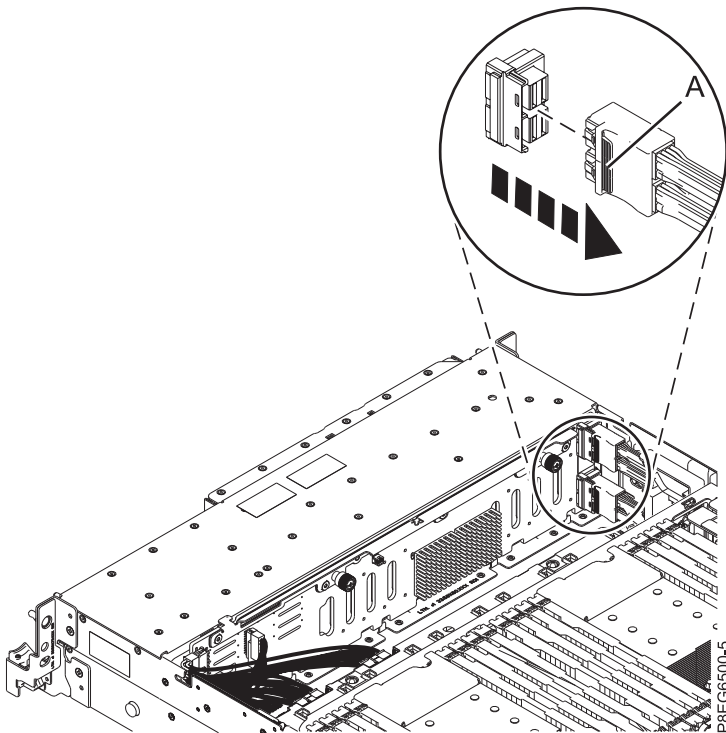

Figure 1. Déconnexion des câbles SAS avant
6. Appuyez sur le taquet (A) et débranchez les câbles SAS avant connectés à la carte SAS RAID identifiée à l'étape 5 du fond de panier de l'unité de disque. Laissez l'autre extrémité de ces câbles branchée à la carte SAS RAID jusqu'à ce que vous soyez invité à les débrancher. Pour plus d'informations, voir figure 1.